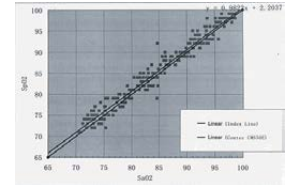
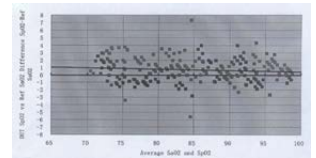

Figure 2. Graphique de régression de SpO2
Figure 3. Graphique Bland-Altman
- Précision de la mesure : ±2 % pour la plage de 70 % ~ 100 % SpO2 et négligeable à moins de 70 %. ±2 battements/min ou ±2 % (sélectionnez la valeur la plus importante) pour la fréquence du pouls. Essai clinique : Graphique de régression de SpO2 et graphique Bland-Altman, consultez la Figure 2 et la Figure 3.